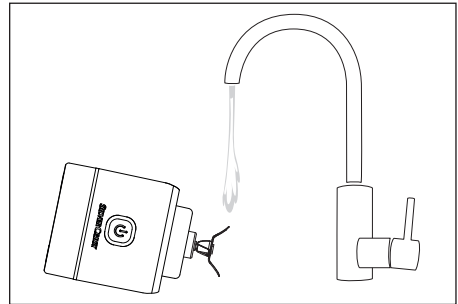

Abb. 2
■ Wischen Sie die den Motorblock ⑨ mit einem feuchten Tuch ab.
■ Um leichte Verschmutzungen zu beseitigen, füllen Sie den Mixbecher ④ bis zur MAX-Markierung mit lauwarmem Wasser und einem Tropfen Spülmittel. Lassen Sie das Gerät wie im Kapitel **Bedienen** beschrieben für ca. 30 Sekunden laufen. Schrauben Sie dann den Motorblock ⑨ ab und kippen das Spülwasser aus dem Mixbecher ④.
■ Spülen Sie nur das Kreuzmesser ⑤ vorsichtig, ggf. mit einer Spülbürste, unter fließendem Wasser. Achten Sie dabei darauf, dass kein Wasser auf den Motorblock ⑨ fließt und tauchen das Gerät nicht in Wasser! Kippen Sie das Gerät so, dass nur das Kreuzmesser ⑤ in den Wasserstrahl hineinragt (siehe Abb. 2). Wenn Sie die Reinigung direkt nach der Verwendung durchführen, dann lassen sich Verschmutzungen leichter lösen.